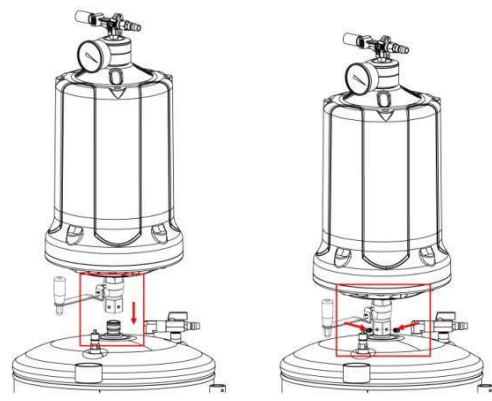

Рис.1
Установка мерной колбы (рис.1)
1. См. рис.1, установите мерную колбу на бак с рукояткой сливного вентиля перпендикулярно баку.